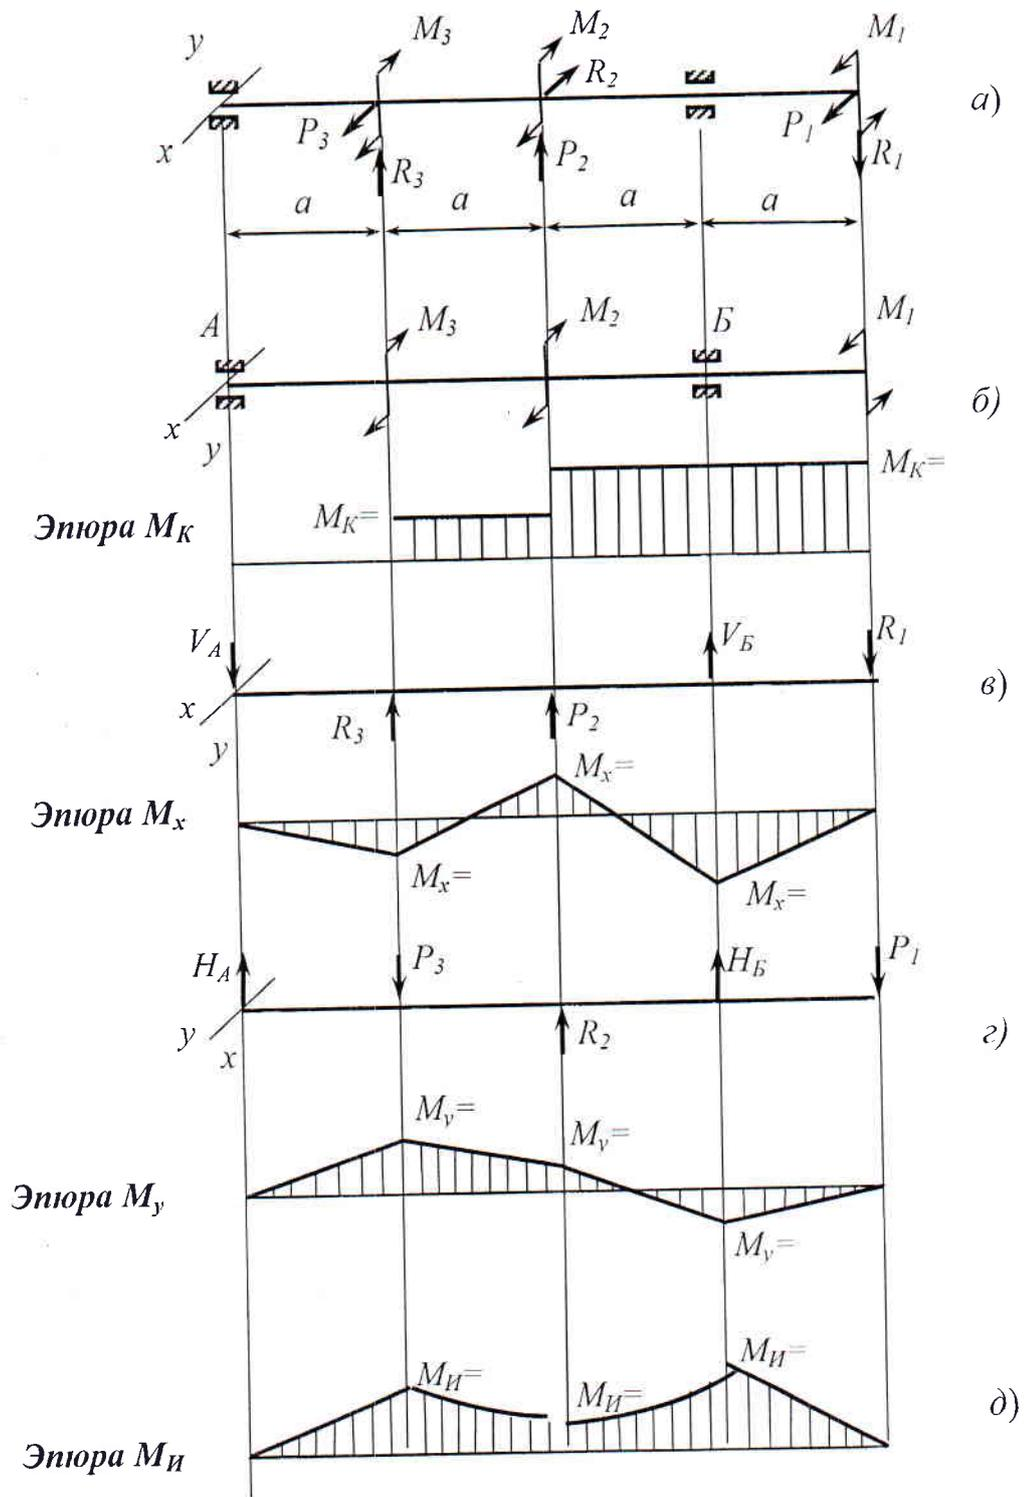

Рис.6
5. Начертить расчетную схему вала (рис. 6, а).
6. Начертить схему кручения вала и построить эпюру крутящих моментов (рис. 6, б).
7. Начертить схему изгиба вала в плоскости  $yoz$  и построить эпюру изгибающих моментов  $M_x$  (рис. 6, в).
9. Построить эпюру суммарных изгибающих моментов (рис. 6, д).